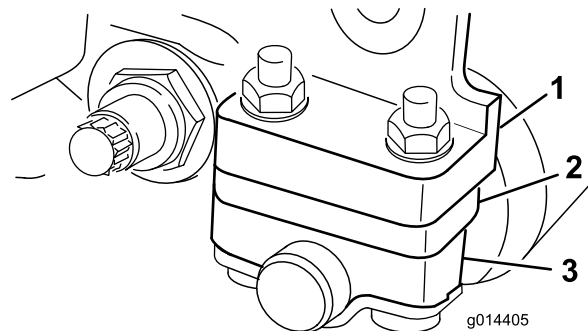

図 12
1. 刈り高さと下刃の選択表 (ページ 12) に従って、サイドプレート取り付けフランジ (図 12) の下に必要な枚数のスペーサーを入れて、後部ローラーブラケットを希望の刈高範囲に調整する。